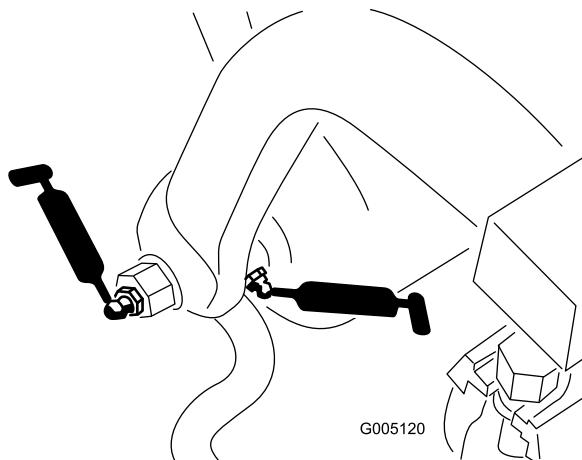

図 41
- ・ プル・フレームのシャフトとローラ : 12 か所 (図 41)